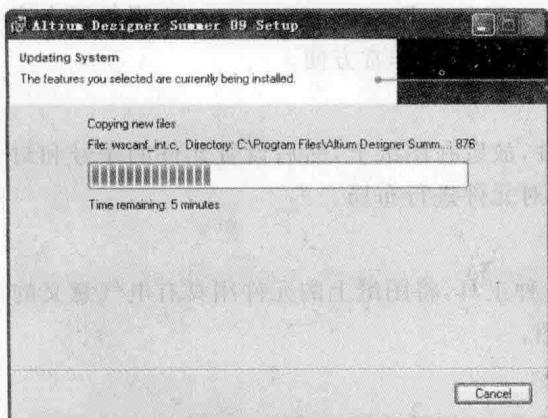

图 1-9 文件复制窗口
(9) 确定以上安装信息设定无误后，单击 Ready to Install the Application 窗口中的“Next”按钮开始安装，安装过程中，文件复制窗口内将显示操作过程和文件复制进度以及安装剩余时间等信息，如图 1-9 所示。